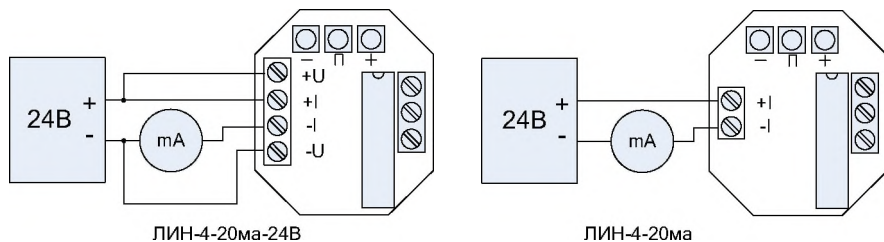

Рисунок 1. Схемы подключения адаптера
8.2.2 Монтаж адаптера обычного исполнения (внешний вид – по рис. 1).